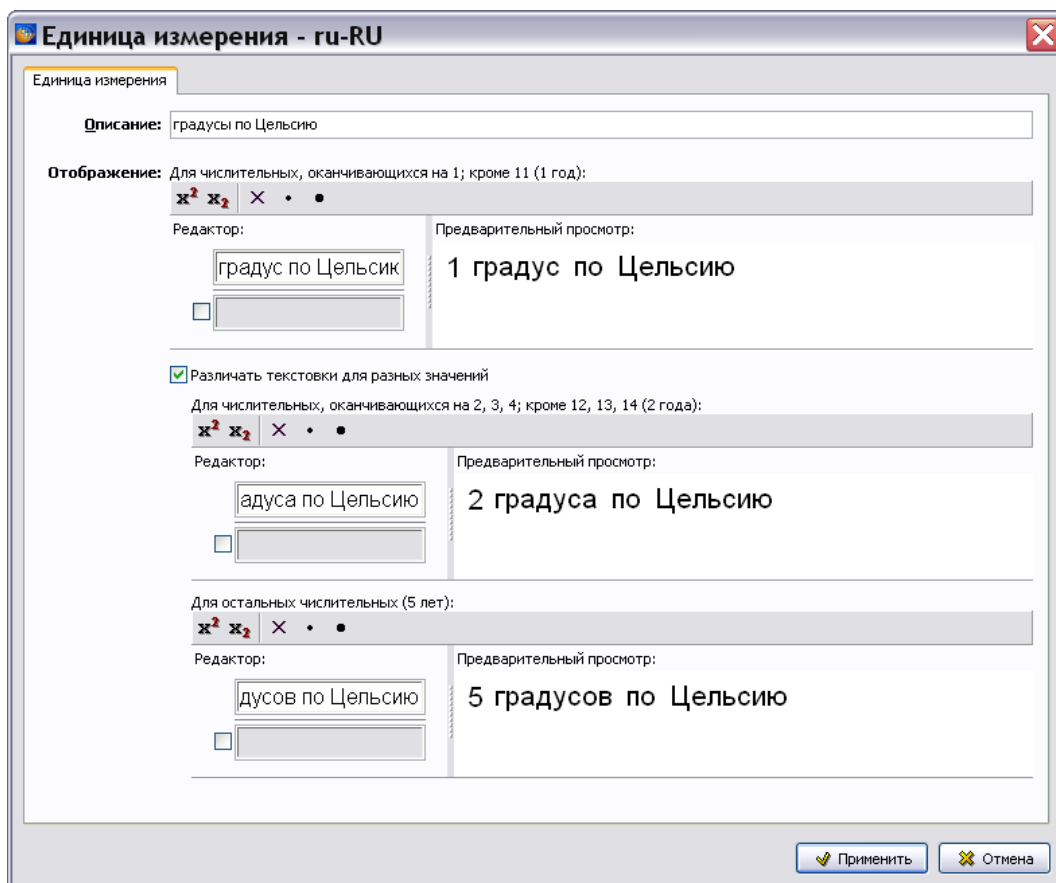

Рисунок 125
- 4) Введите отображение единицы измерения для разных числительных (рисунок 125).